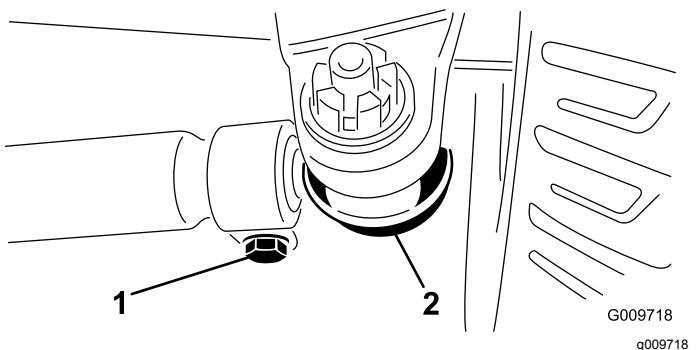

Bild 73
3. Lockern Sie die Klemmen an beiden Enden der Spurstangen (Bild 73).
2. Entfernen Sie den Splint und die Mutter von einem der Spurstangen-Kugelgelenke (Bild 73). Entfernen Sie das Spurstangen-Kugelgelenk vom Achsständer.